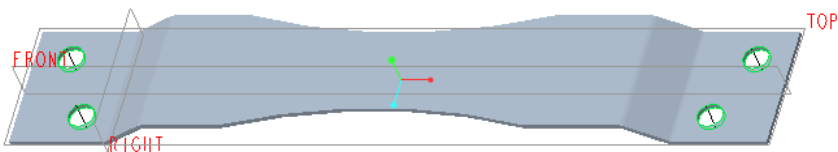

图 6-158 切除出定位孔
(4) 默认的侧 1 深度选项为“ (到下一个)”, 确保深度方向为所需, 单击  (完成) 按钮, 得到的钣金件切口效果如图 6-158 所示。